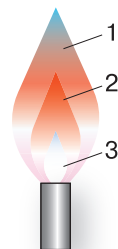

Рис. 6. Строение пламени
При внимательном рассмотрении в пламени можно различить три зоны (рис. 6). В нижней его части (3) происходит смешивание образующихся при горении газов с воздухом. Если быстро внести в эту часть пламени головку спички и подержать её некоторое время, то спичка загорается не сразу. Следовательно, в этой части пламени температура невысокая.